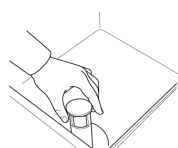

Fig.46
- 3- Ouvrir la porte et enlever le trop-plein. (Fig.46)